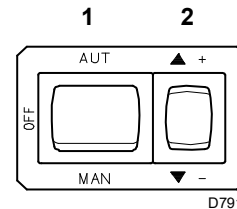

Fig. 22
- Faire démarrer le brûleur en fermant les télécommandes et en plaçant l'interrupteur 1)(Fig. 22) en position « **MAN** ». Dès que le brûleur démarre, contrôler le sens de rotation de la turbine du ventilateur à travers le viseur de flamme 19).
- Arrêter le brûleur : interrupteur 1)(Fig. 22) en position « **OFF** » et visser la vis 3).